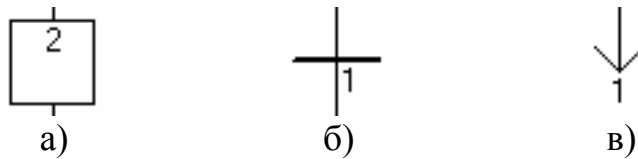

Рисунок 3.13 – Графическое обозначение основных компонентов структуры языка SFC
1. Шаги – предназначены для описания действий выполняемых с переменными (рисунок 3.13.а).
2. Переходы – описывают условия перехода между шагами (рисунок 3.13.б)
4. Прыжки – осуществляют переход на указанный шаг (рисунок 3.13.в).